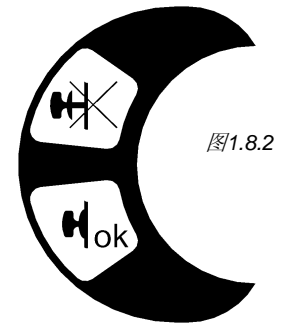

图1.8.2
- 检查手柄处用于开启出料口的白色密封物紧贴绞肉机箱(图1.8.2)。